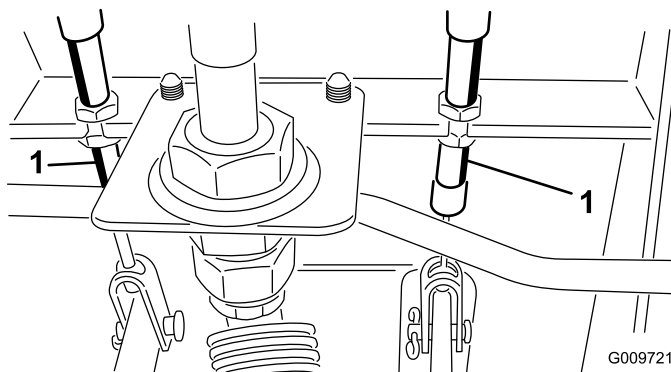

Figure 52
- A. Desserrez l'écrou avant sur l'extrémité fileté du câble de frein (Figure 52).